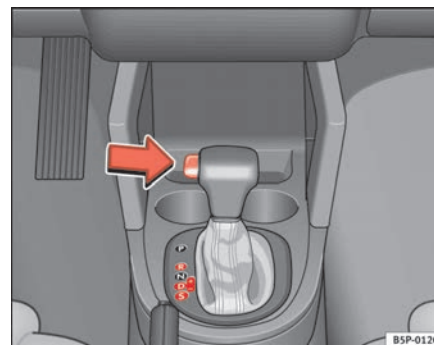

Fig. 141 Condução
- Premir o botão da punho (situado na parte esquerda do mesmo) ⇒ fig. 141.